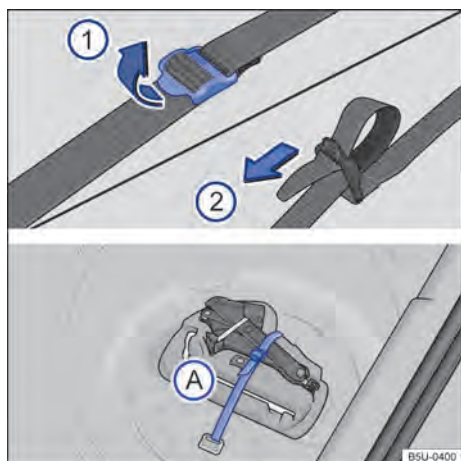

Fig. 159 No compartimento de bagagem: cinta de fixação da caixa de ferramentas e caixa de ferramentas de bordo.
Para soltar a cinta de fixação → Fig. 159 A, puxar a fivela no sentido da seta ①.